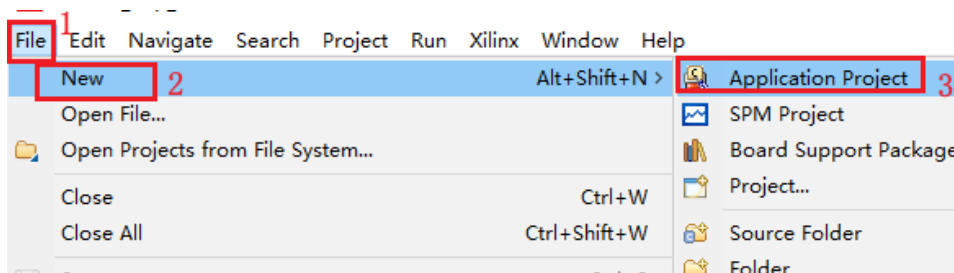

图 1-16 新建 SDK 工程
3. 进入 SDK 软件之后，依次点击 File->New->Application Project，建立一个 SDK 工程，如下图 1-16 所示，然后给工程命名，比如命名为 ad1030_ddrs_usb，然后点击 Next，选择 Empty Application，就完成了工